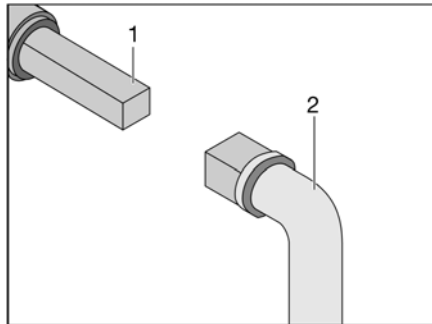

Fig. 339 Manejo del grifo para la eliminación de aguas residuales
- Insertar la llave (Fig. 339,2) en el cuadrado (Fig. 339,1).